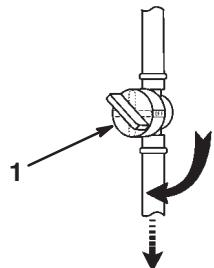

Bild 9
- Öffnen Sie den Kraftstoffhahn (Bild 9), der sich zwischen dem Kraftstofftank und dem Motor befindet.